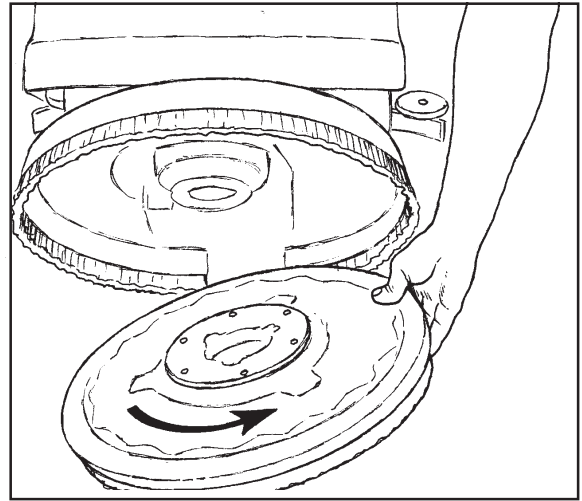

Abb. 21
4. Rotieren Sie die Bürste mit einem schnellen, ruckartigen Handgriff in Schrubbrichtung, bis die Bürste ausrastet (siehe Abb. 21).